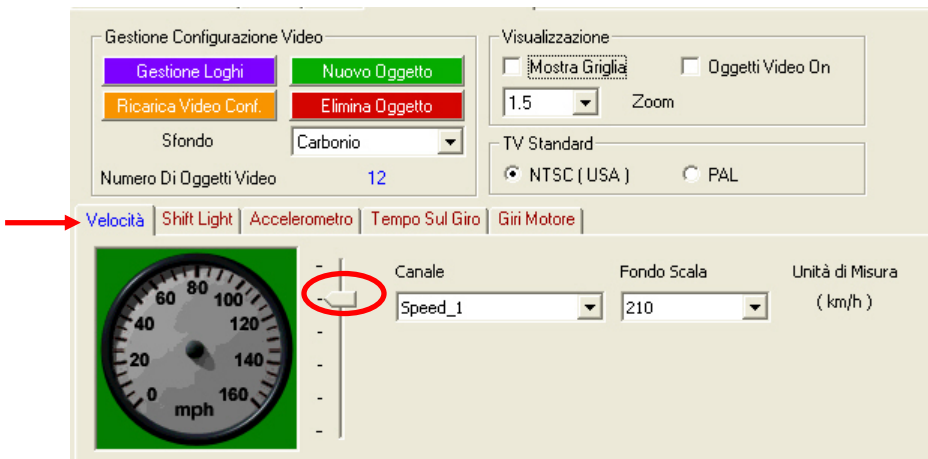

Figura 13: **Race Studio 2** – Finestra gestione sistema – Particolare del foglio Configurazione Video
- ⇒ scorri la barra verticale cerchiata in rosso in **Figura 13** e seleziona l’oggetto video desiderato tra quelli presenti nell’elenco. L’oggetto appena aggiunto può essere posizionato a piacere trascinandolo con il mouse. Fai attenzione a non sovrapporre più oggetti video.
³ I fogli corrispondenti ai vari oggetti video sono indicati da una freccia rossa in **Figura 13**.